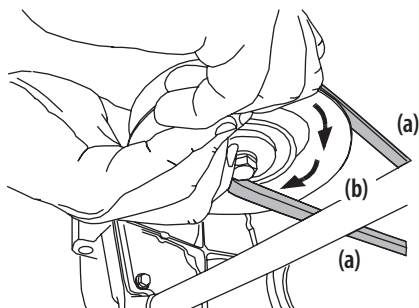

Figure 43
- Tout en maintenant la courroie de la PDF (a) vers le bas, continuez à faire tourner la poulie de la PDF (b) jusqu'à ce que la courroie de la PDF (a) se déroule de la poulie de la PDF (b). Consultez la Figure 43.
8. Tirez le côté droit de la courroie de la PDF vers l'arrière, puis placez le côté en « V » étroit de la courroie de la PDF dans la poulie de la PDF. Consultez la Figure 43.
9. Tout en tenant ensemble la courroie et la poulie de la PDF, faites tourner la poulie de la PDF vers la gauche (consultez la Figure 43). Continuez à tenir et à faire tourner la poulie et la courroie de la PDF jusqu'à ce que la courroie de la PDF soit complètement enroulée dans la poulie de la PDF.